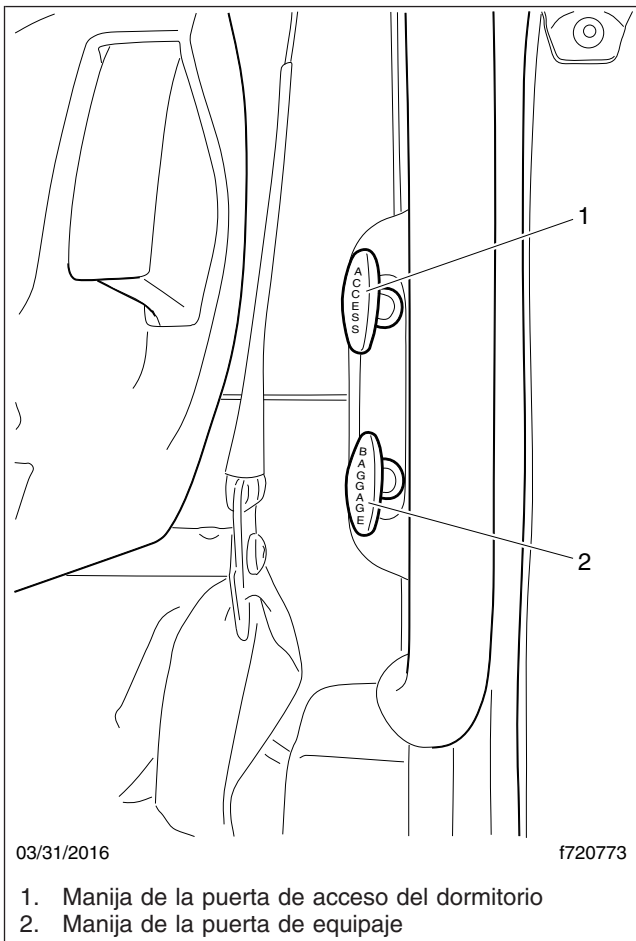

Figura 2, Manijas de liberación de la puerta del dormitorio
1. Abra la puerta de equipaje y la puerta de acceso al dormitorio (si las hay) tirando de las manijas de liberación ubicadas dentro de la abertura de la puerta de la cabina. Vea la Figura 2.